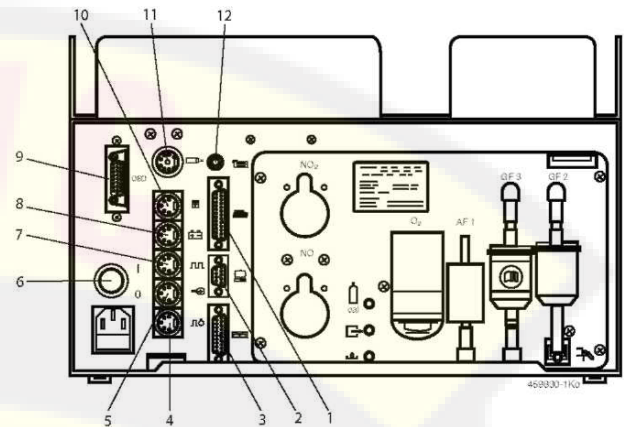

Рис. 2. Подключения системы анализа отработавших газов BEA 460:
1. Включите систему анализа отработавших газов BEA 460 при помощи включателя/выключателя (см. рис. 2, поз. 6).